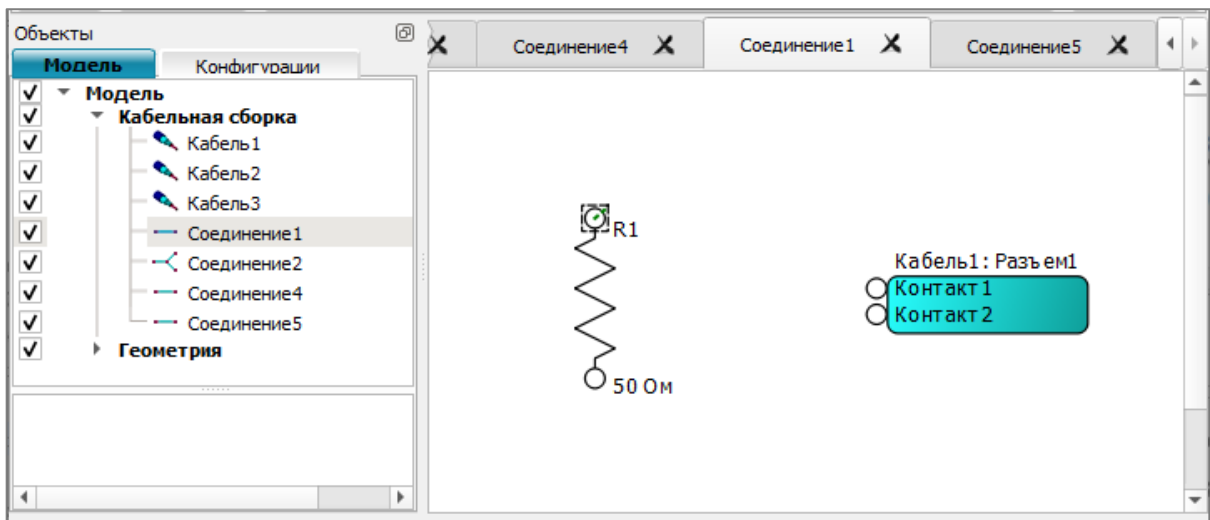

Рис. 71
1) выбрать у компонента свободный контакт курсором + левой кнопкой мыши, его изображение будет обведено пунктиром (рис. 71);